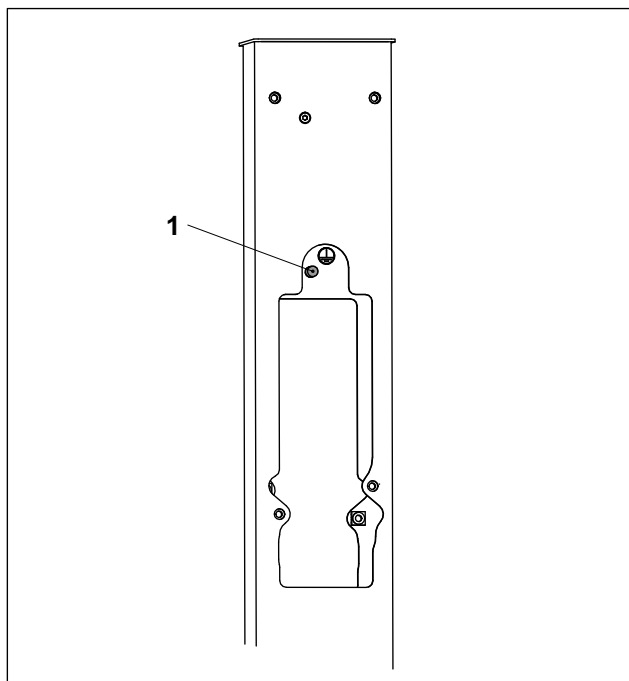

Abb. 4 Anschluss Schutzpotenzialausgleich
- Schließen Sie den Schutzleiter am Erdungsbolzen (Abb. 4/1) (Schutzpotenzialausgleich) der Stange an. Reihenfolge: Kontaktscheibe, Unterlegscheibe, Kabelschuh/Kabel, Unterlegscheibe, Federring, Mutter. Anzugsmoment 12 Nm.